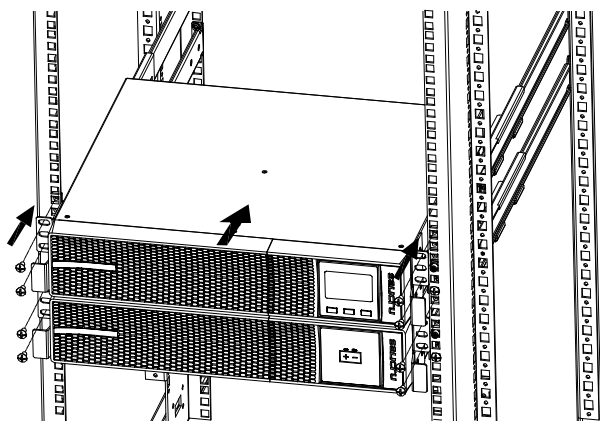

Fig. 6. Montaje tipo rack en armario 19", con extensión autónoma (módulo de baterías).
- Operar del siguiente modo (ver Fig. 6):